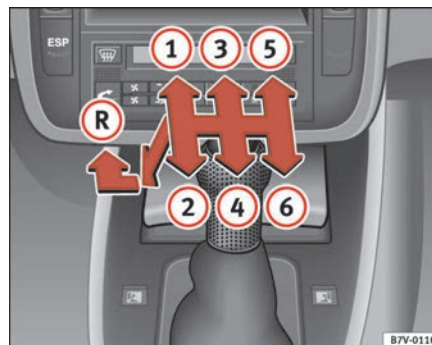

Abb. 126 Schalthebel mit Schaltschema
- Bringen Sie den Schalthebel ⇒ **Seite 169, Abb. 126** in die Mittelstellung (kein Gang eingelegt).